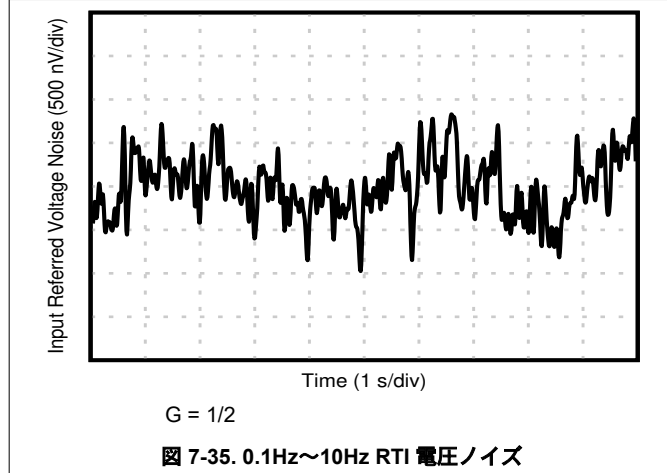

図 7-35. 0.1Hz~10Hz RTI 電圧ノイズ
0.1Hz~10Hz RTI 電圧ノイズ $G = 1/2$	図 7-35